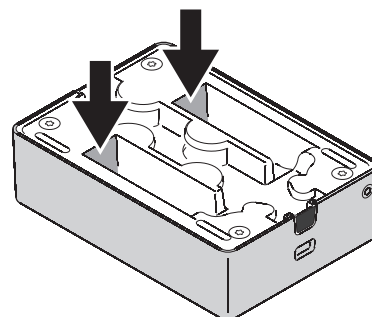

Figura 4: Usar cualquier conector del posterior del Light Fox
1. Instalar un cable RJ-45 de interconexión (A) desde la base **PWR LAN-OUT** de la fuente (PSU) hasta cualquier de las bases del Light Fox mostradas en la Figura 4. Fijar el Light Fox en su soporte de montaje si fuera necesario.
2. Instalar un cable DMX (B) desde el conector **LAN-IN** RJ-45 de la fuente (PSU) a la entrada DMX de la primera luminaria de la línea de control de datos. Si la luminaria dispone de bases de E/S DMX tipo RJ-45, utilizar cable de categoría CAT 5 específico para instalaciones fijas.
3. Instalar un cable DMX (C) desde la salida DMX de la primera luminaria de la línea de control hasta la entrada DMX de la siguiente. De nuevo, utilizar cable de categoría CAT 5 específico para instalaciones fijas.
4. Continuar realizando la conexión de base DMX de salida a base DMX de entrada (D) hasta un máximo de 32 luminarias.